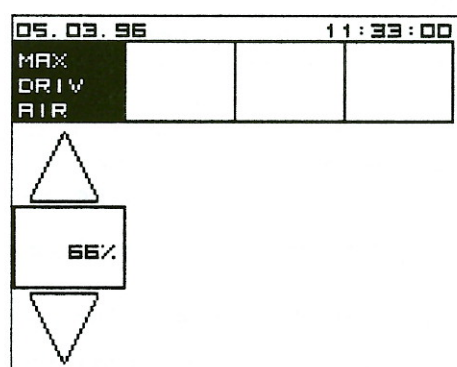

Abb. 21. Turbinenantrieb 2
- 3) Justieren Sie bei A2 und A4 (Abb. 21) und lassen Sie die Turbine mindestens 1 Minute mit voller Drehzahl laufen. Wenn der Druck um mehr als 0,2 bar steigt oder fällt, müssen Sie den Druckregler am Kompressor überprüfen.